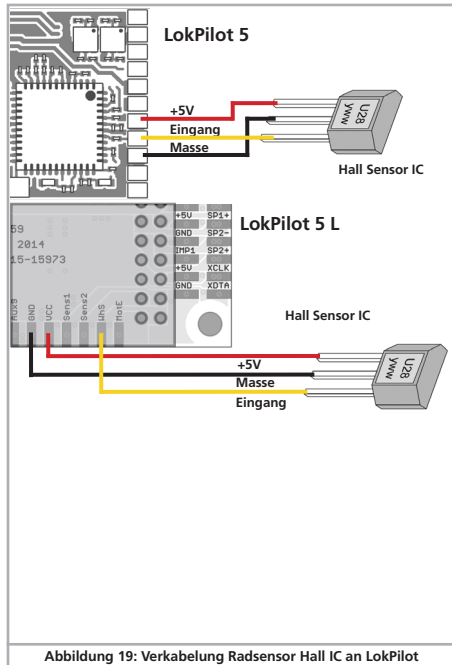

Abbildung 19: Verkabelung Radsensor Hall IC an LokPilot
Ein Hall Sensor ist ein elektronischer Schaltkreis (IC) welcher auf ein wechselndes Magnetfeld reagiert. Die verfügbaren HALL IC können sehr einfach in Loks verbaut werden, weil der Abstand zwischen IC und Magnet nicht kritisch ist. Ein häufig verwendeter Hall IC ist der US2881 von Melexis, zu dem es auch viele kompatible Typen gibt. Die drei Anschlüsse des ICs müssen mit dem LokPilot Decoder so verbunden werden, wie es die Abb. 19 zeigt.